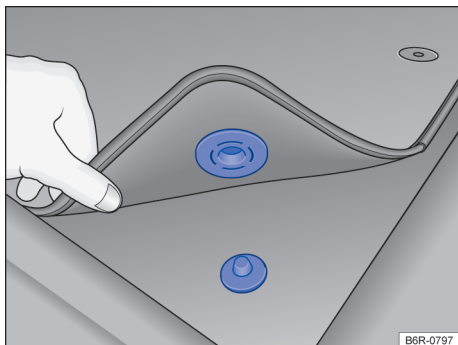

Fig. 18 Alfombra delantera del lado del conductor con fijación al perno de la alfombra.
- ✓ Acomodar bien la alfombra en la zona reposapiés del lado del conductor para que no obstruya la zona de los pedales. Dependiendo del equipamiento del vehículo, la alfombra delantera del lado del conductor puede tener fijación al perno de la alfombra → fig. 18.